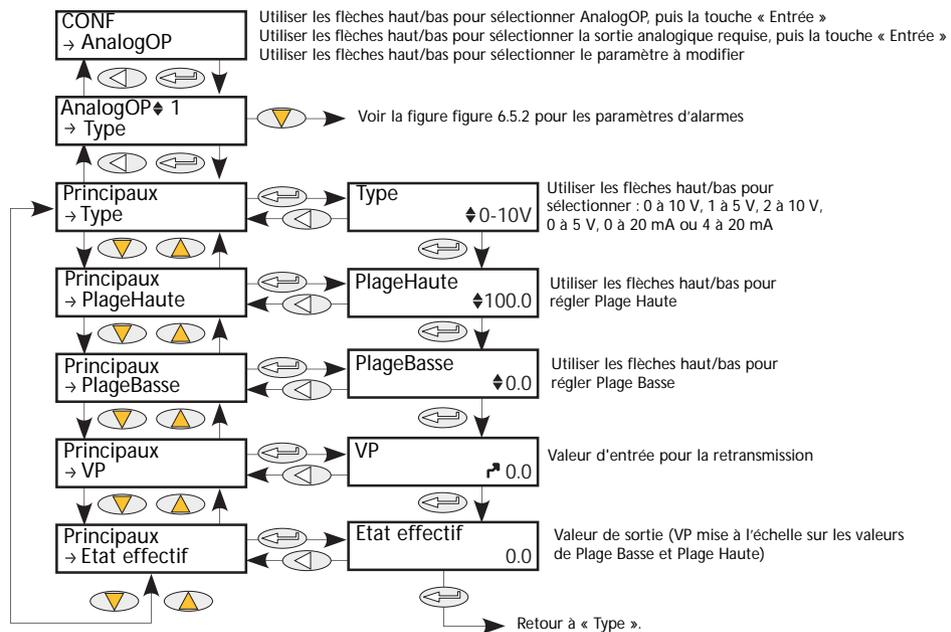
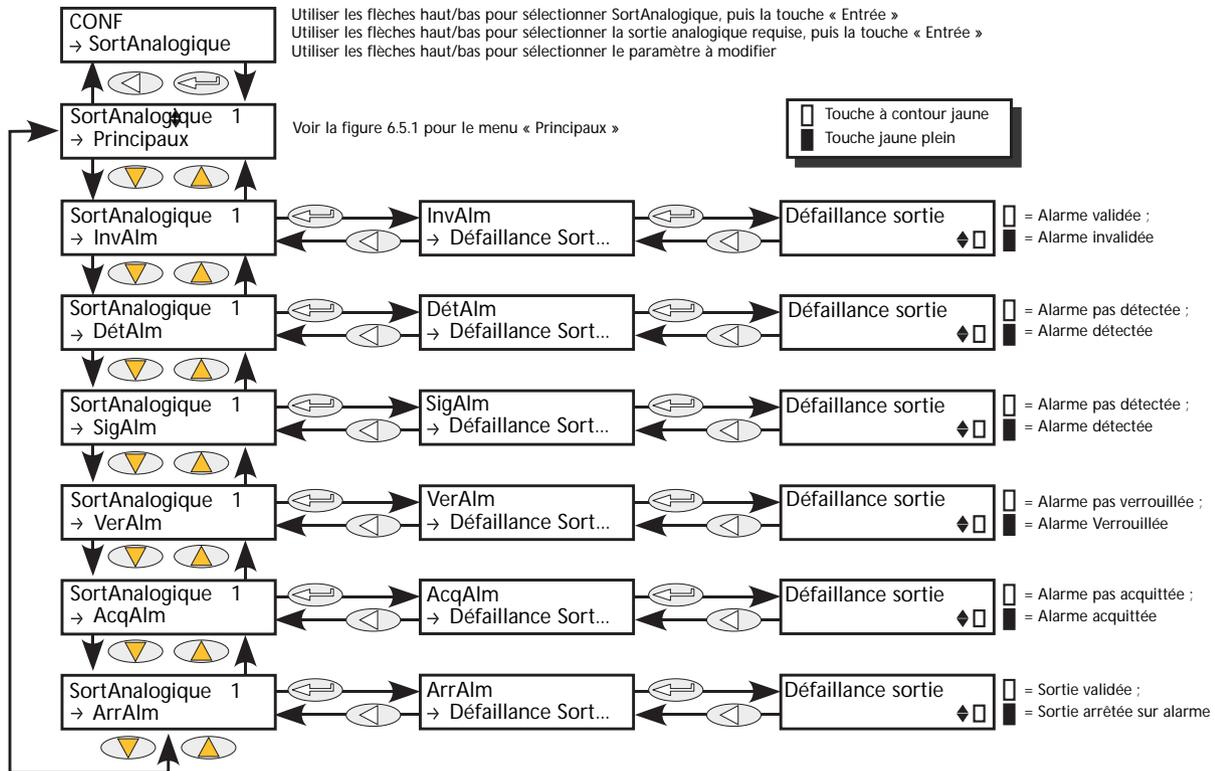

Figure 6.5.1 Menu « Principaux » des sorties analogiques
Figure 6.5.2 Accès aux paramètres d'alarmes de sortie analogique
Ceci fournit une sortie en courant ou en tension mise à échelle à partir de la Variable de Procédé (VP) à l'aide de Plage Haute ou Plage Basse. La Figure 6.5.1 montre le sous-menu principal. La figure 6.5.2 montre les paramètres d'alarmes.